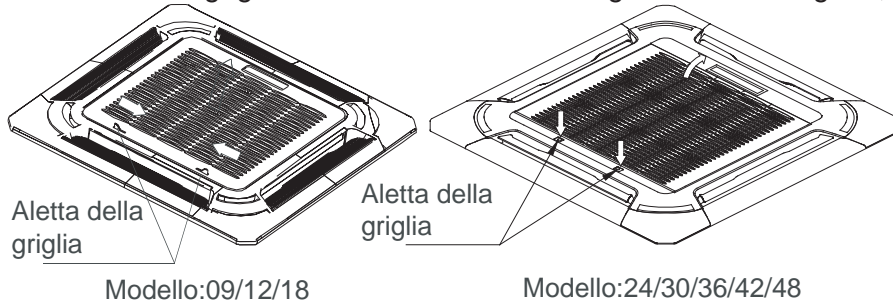

Fig.22
1. Premere contemporaneamente le due alette della griglia nella direzione indicata e sollevarle. (Fig. 22)